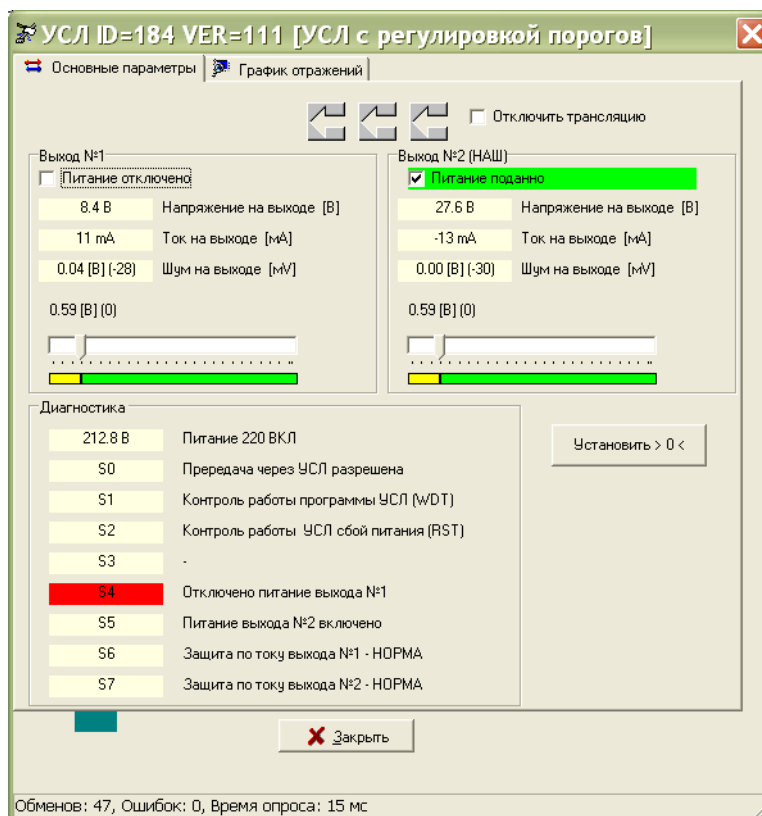

Рисунок 15
- 5) Снять галочку «Питание» для выхода, в который не подключен БКД-М. Проверить появление сообщения, выделенного красным цветом: «Отключено питание выхода» (рисунок 15). При помощи вольтметра убедиться в отсутствии напряжения на отключенном выходе.